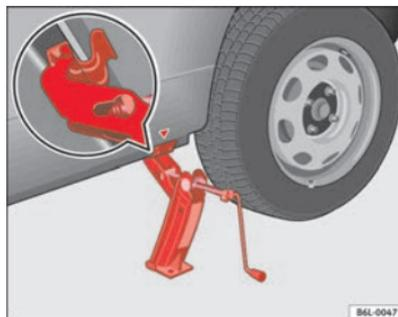

Fig. 128 Colocación del gato
- Posicione el gato de modo que su garra envuelva el nervio del larguero inferior y que la placa base móvil se apoye plana sobre el suelo ⇒ página 216, fig. 128.